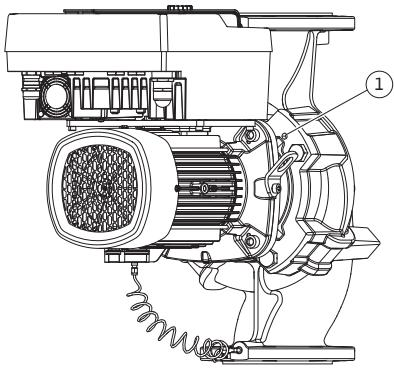
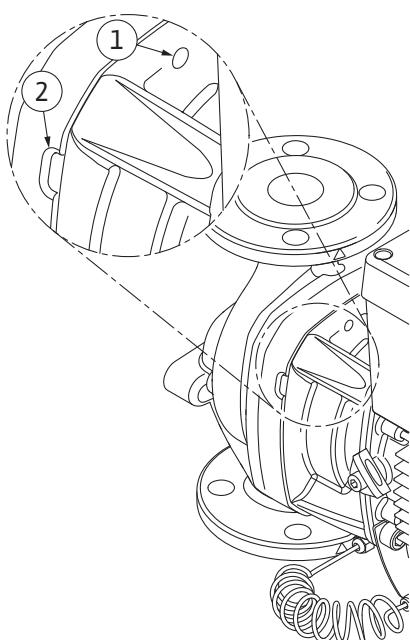

Fig. 103: Vytlačení smontované jednotky závitovými otvory
Fig. 104: Závitové otvory a drážky pro odtlačení smontované jednotky z tělesa čerpadla
12. U typu čerpadla (Fig. III, IV) povolte šrouby poz. 29. Použijte dva závitové otvory vedle něj (Fig. 103, poz. 1) a použijte vhodné šrouby, které si zajistí základní (např. M10 x 25 mm). Vytlačte smontovanou jednotku z tělesa čerpadla. U typu čerpadla (Fig. I a Fig. II) použijte dva závitové otvory M10 (viz Fig. 104) a použijte vhodné šrouby, které si zajistí základní (např. M10 x 20 mm). K vytlačení lze použít také drážky (Fig. 104, poz. 2). Za tímto účelem nasadte např. dva šroubováky a použijte je jako páku. Po cca 15 mm vytlačení není již smontovaná jednotka vedena v tělese čerpadla.